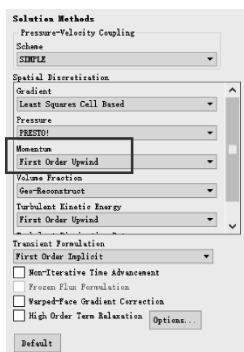

图 11-19 求解方法设置
(1) 求解方法：单击 Ribbon 功能区【Solving】→【Methods...】→【Momentum】= First Order Upwind，其他设置默认，如图 11-19 所示。